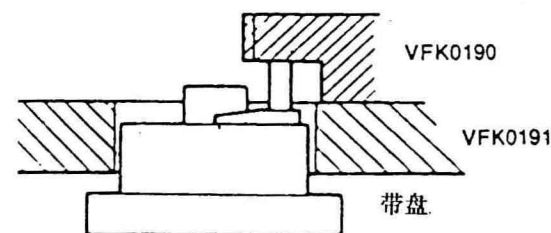

图39
④如图39所示,测量出带盘顶部表面的高度,然后对另一带盘进行同样的测量;
⑤如果差值大于0.2 mm(高于或低于),可更换一个厚度合适的在带盘底下多层滑动的垫圈,选择的垫圈有0.2、0.3和0.5 mm几种厚度。